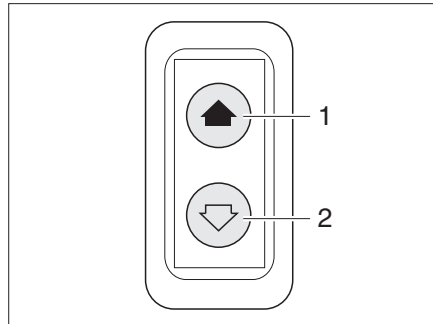

Bild 23 Schalter für elektrischen Fensterheber
Das Fahrzeug ist auf der Fahrerseite mit einem elektrischen Fensterheber (Bild 23) ausgestattet.
*Öffnen:* ■ Schalter unten drücken (Bild 23,2).
*Schließen:* ■ Schalter oben drücken (Bild 23,1).